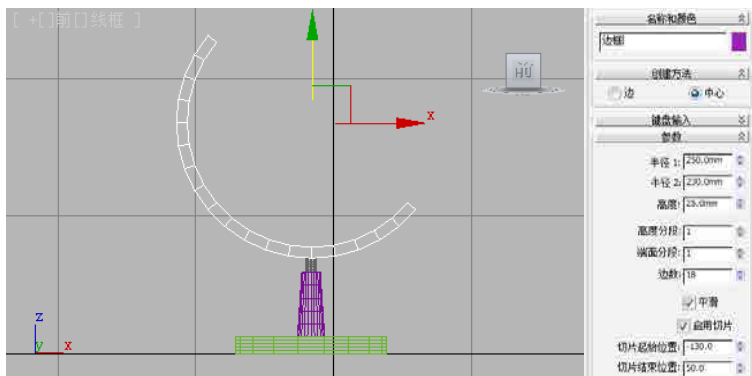

图3-32
- 06 单击 **管状体** 按钮，在前视图中创建圆环，并命名为“边框”，勾选 ☒ **切片启用** 选项，效果与参数设置如图3-32所示。